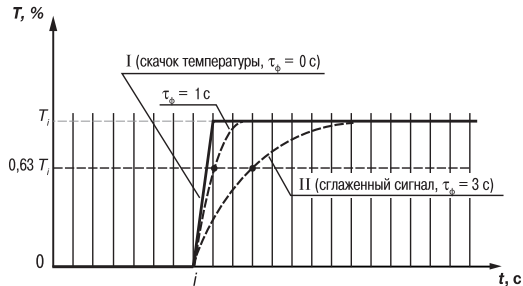

Рис. 5
3.1.4.4.3. Цифровой фильтр устраняет шумовые составляющие сигнала, осуществляя его экспоненциальное сглаживание. Основной характеристикой экспоненциального фильтра является τ_ϕ – постоянная времени цифрового фильтра, параметр **inF** – интервал, в течение которого сигнал достигает 0,63 от значения каждого измерения T_i (рис. 5).